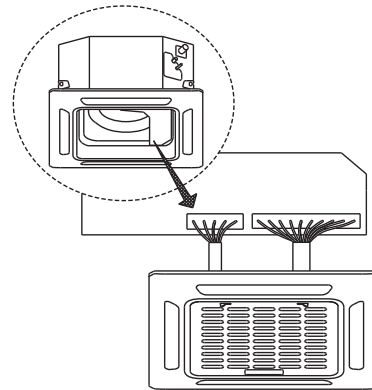

Рис. 10-6
4. Соедините 2 провода декоративной панели с блоком управления корпуса блока (рис.10-6)